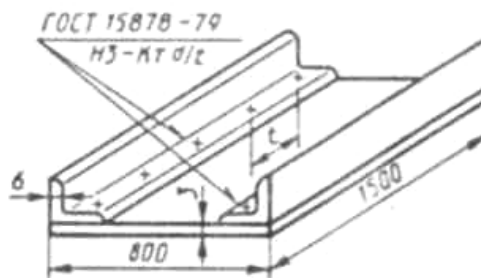

Рис. 40
2. Разработайте процесс сварки панели (рис. 40) из стали марки Ст3. Шаг точек $t = 5d_t$. Производство массовое. Укажите подготовку заготовок под сварку. По толщине свариваемых заготовок выберите тип машины и укажите ее технические данные. Рассчитайте площадь контактной поверхности электрода. По значениям j (А/мм²) и p (мН/мм²) определите сварочный ток и усилие, приложенное на электродах. Определите время сварки изделия. Укажите возможные дефекты и причины их возникновения.